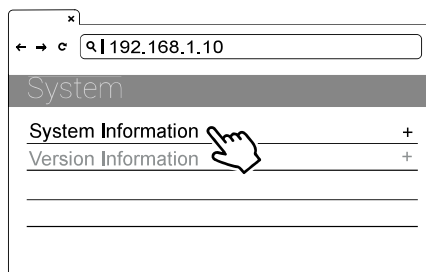

Figure 40. Informations sur la date et l'heure
- 3) Sélectionner : SET | Network | System Information | System DateTime. Voir la figure 40.